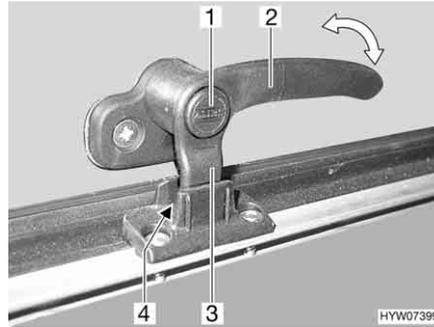
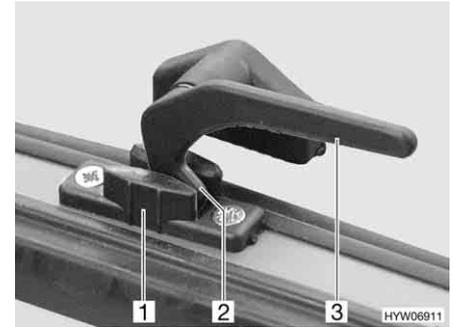

Fig. 76 Alavanca de trava com botão de segurança na posição "Arejamento contínuo"
Fig. 77 Alavanca de trava na posição "Arejamento contínuo"
- Na posição "Arejamento contínuo" (Fig. 76 e Fig. 77)
- Se disponível, prima o botão de segurança (Fig. 76,1) e mantenha-o pressionado.
- Gire a alavanca de trava (Fig. 76,2 ou Fig. 77,3) um quarto de volta na direção do meio da janela.
- Gire novamente para trás a alavanca de trava. Durante isto, desloque a ponta de trava (Fig. 76,3 ou Fig. 77,2) na alavanca de trava para dentro do entalhe no dispositivo de bloqueio da janela (Fig. 76,4 ou Fig. 77,1).
- Se disponível, largue o botão de segurança (Fig. 76,1).